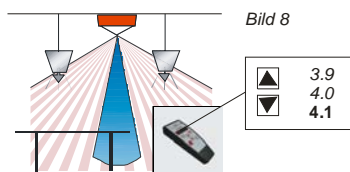

Bild 8
- Mit QuickSet plus im Menü „Helligkeit“ die Werte in aufsteigender oder absteigender Reihenfolge zum Melder schicken (Bild 8).